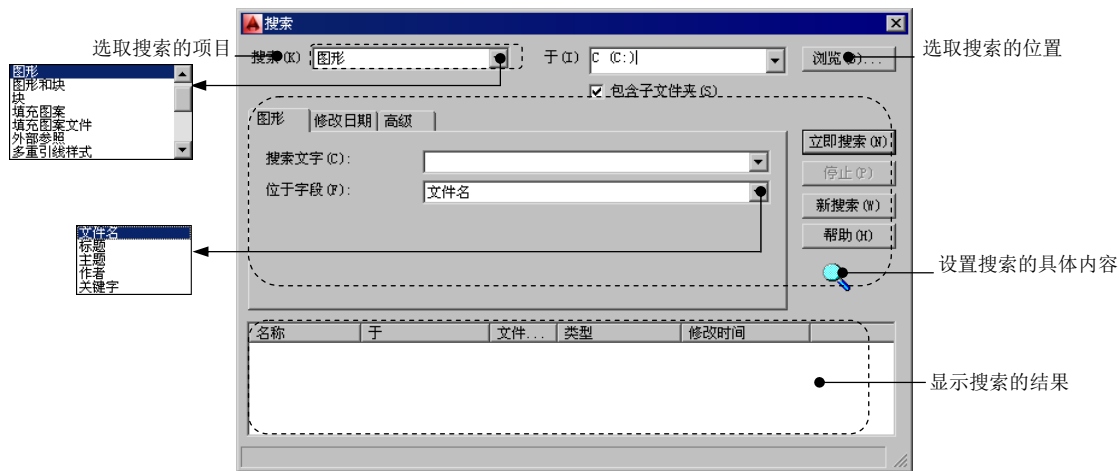

图 14.1.2 “搜索”对话框
-  按钮: 该按钮是“搜索”按钮，单击该按钮，系统弹出图 14.1.2 所示的“搜索”对话框，利用该对话框可以快速查找对象，如图形、块、图层及标注样式等文件或设置。